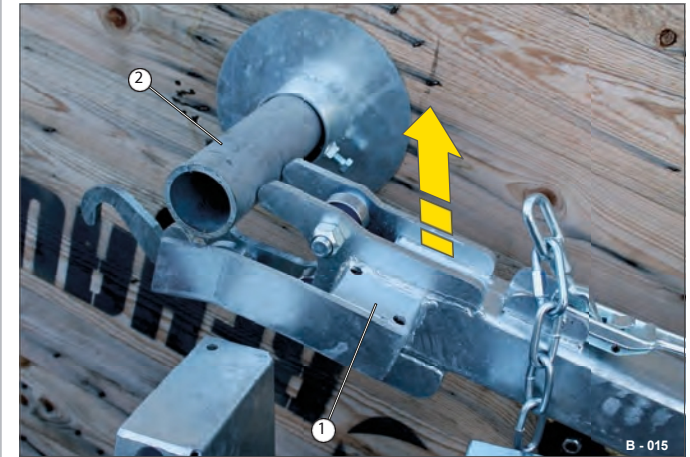

Fig. 12 Montering av kabelvinda
- Hög eller sänk rullramen (Fig. 12/1) så att transportaxeln (Fig. ) 12/2 glider in i fästklorna